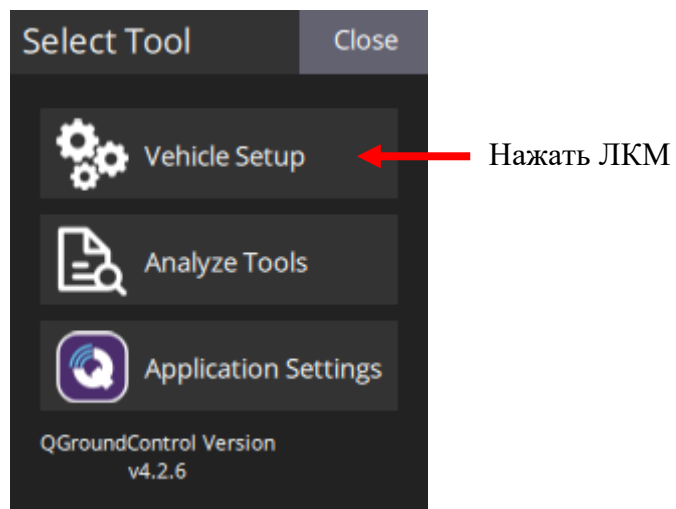

Рисунок 6 – Подготовка к прошивке (шаг 2)
5. В появившемся окне (рисунок 6) нажатием ЛКМ перейти в настройки «Vehicle Setup».